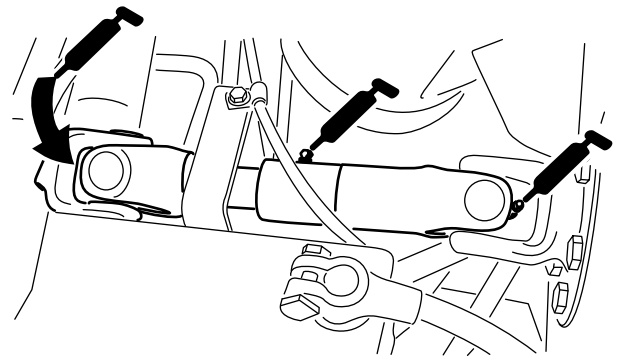

Bild 45
- U-Gelenk der Pumpenantriebswelle (3) (Bild 45)